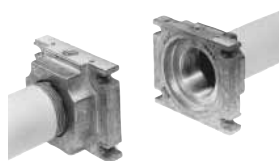

Рис. 8
2. установить устройство MB-DLE и уделить особое внимание прокладкам O-Ring (Рис. 8)